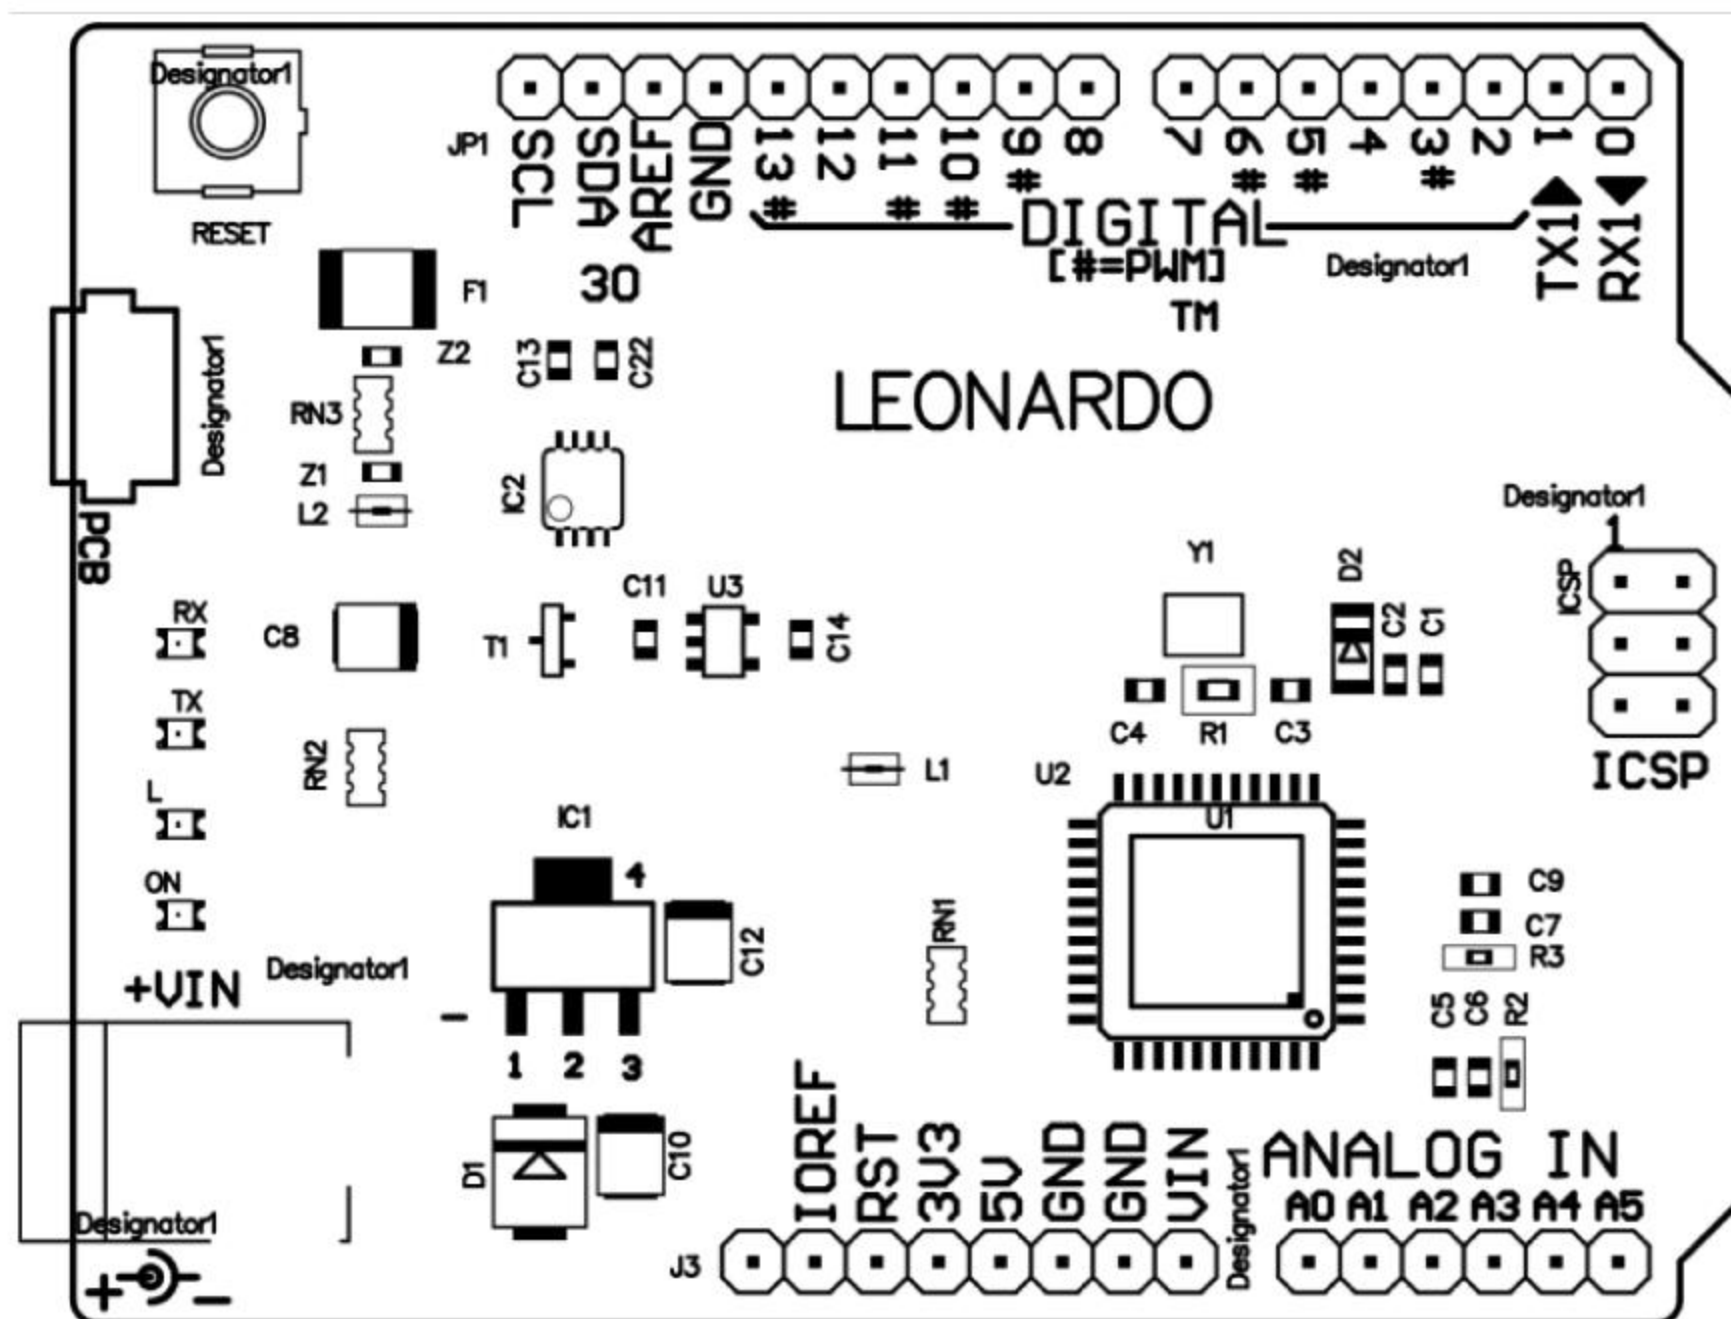

图 6-36 位号图输出效果
(15) 最终输出如图 6-36 所示的元件位号图(此次演示案例底层没有元件,所以底层没有相应输出)。